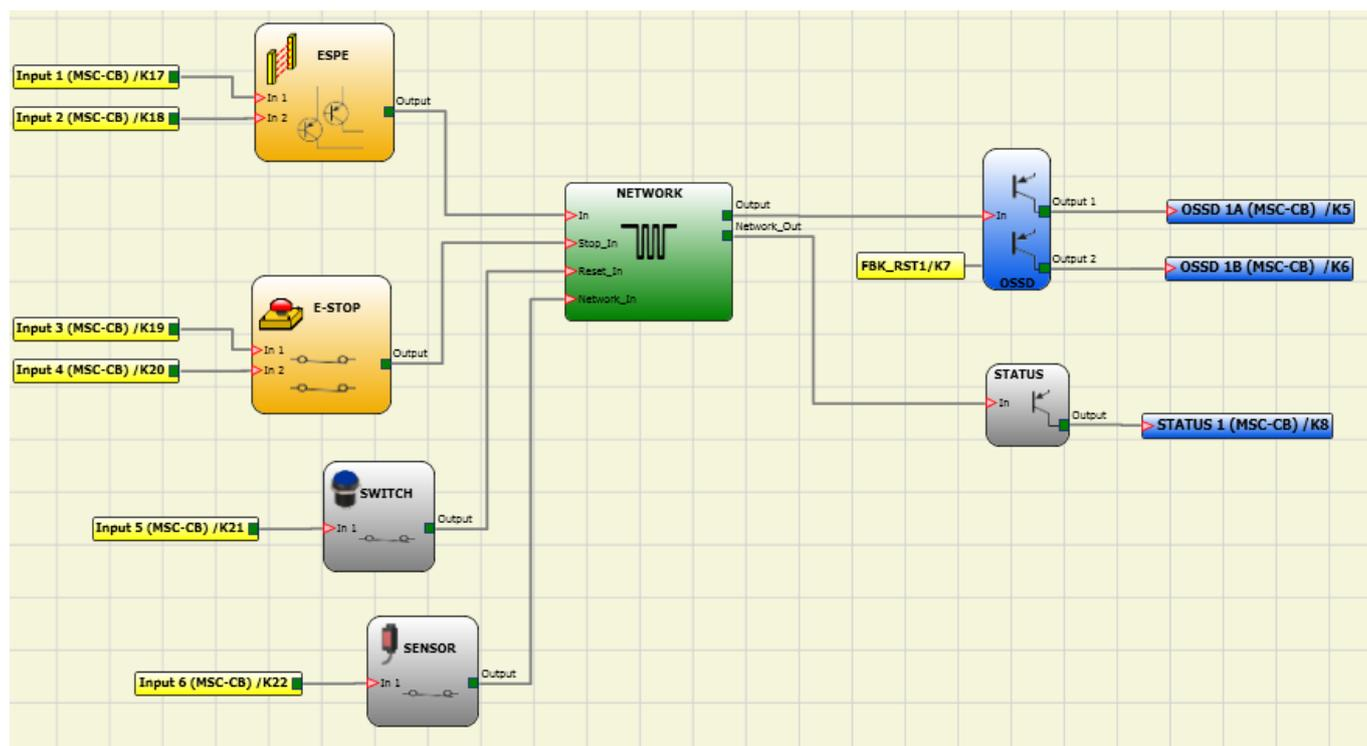
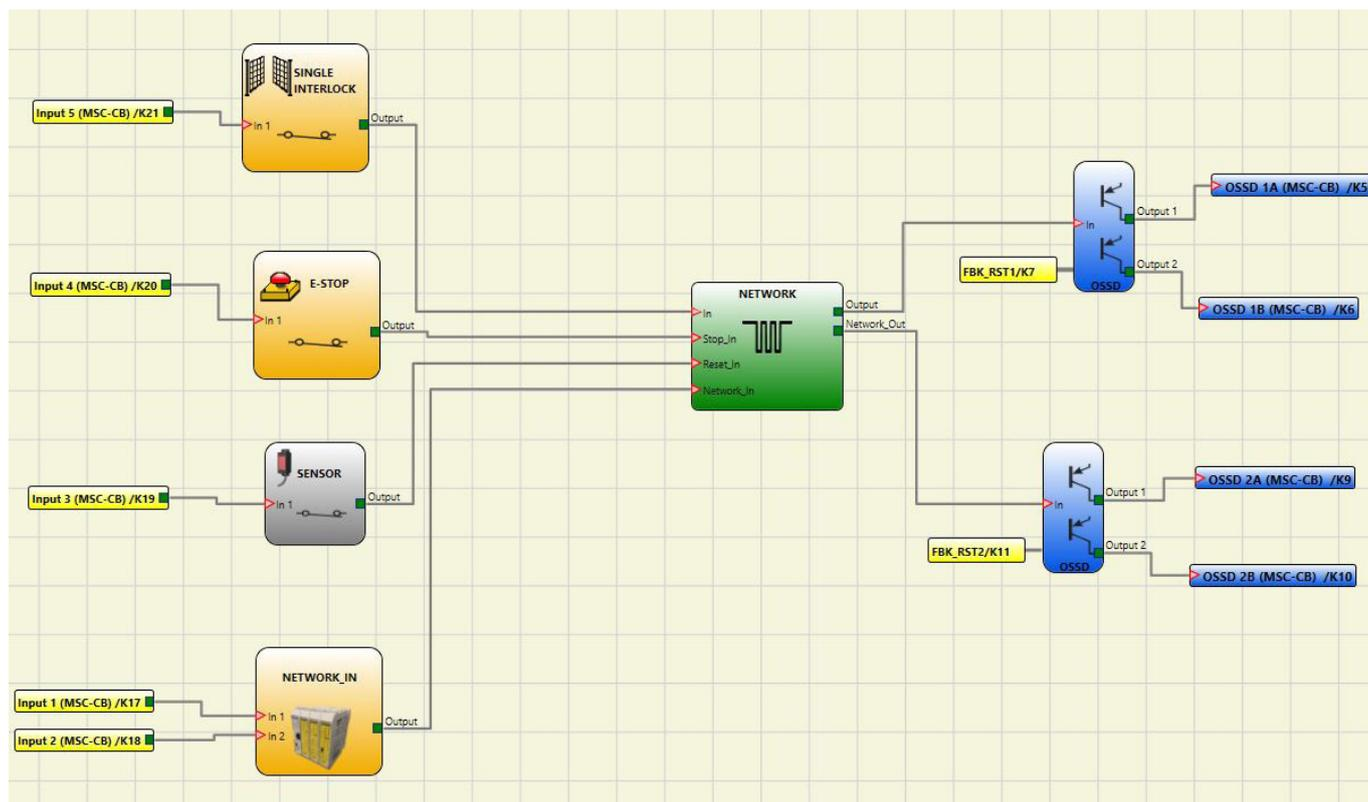

Fig. 261 : Exemple d'utilisation du bloc fonctionnel NETWORK (catégorie 2)
Fig. 262 : Exemple d'utilisation du bloc fonctionnel NETWORK (catégorie 4)
**Condition 3 :** quand l'entrée IN du bloc fonctionnel Network d'un des 4 nœuds passe à l'état « 0 » (FALSE), voir Fig. 261 et Fig. 262: